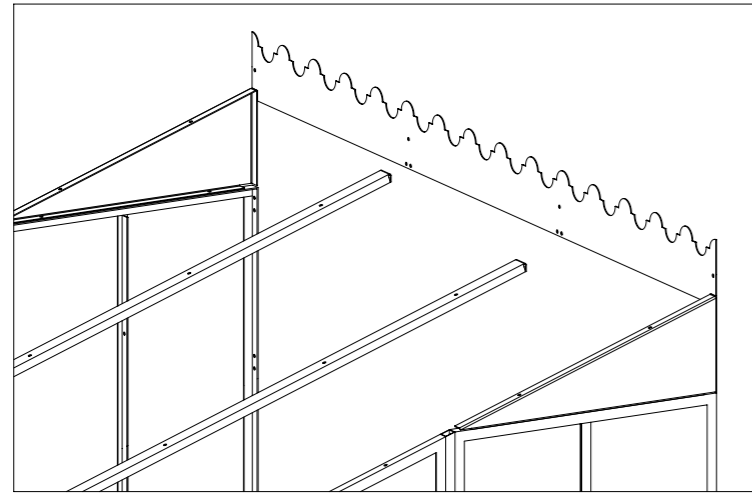

fig. 35
- I** Posizionare le travi ad "U" (cod. KITRAFIAD) facendo coincidere le forature presenti nei lati inclinati di esse con i fori doppi situati sulla trave decorata (fig. 35,36,37). Inserire l'estremità opposta delle travi ad "U" all'interno del profilo di gronda. Fissare le travi a muro utilizzando tasselli ad espansione o tasselli chimici. **ATTENZIONE:** Non fissare le travi ad "U" sul profilo di gronda.
- GB** Position the "U" beams (code KITRAFIAD) matching the holes in the sloped sides with the double holes on the decorated beam (fig. 35, 36, 37). Insert the opposite end of the "U" beams into the gutter profile. Fix the beams to the wall using expansion plugs or chemical plugs. **IMPORTANT:** Do not fix the "U" beams to the gutter profile.
- F** Positionner les travées en "U" (cod. KITRAFIAD) en faisant coïncider les trous des côtés inclinés avec les trous doubles situés sur la travée décorée (fig. 35, 36, 37). Insérer l'extrémité opposée des travées en "U" à l'intérieur du profil de la gouttière. Fixer les travées au mur en utilisant les chevilles à expansion ou chimiques. **ATTENTION:** Ne pas fixer les travées en "U" sur le profil de la gouttière.
- E** Tomar las vigas en "U" (cód. KITRAFIAD) y hacer coincidir los orificios de los lados inclinados con los orificios dobles de la viga decorada (fig. 35, 36, 37). Introducir el extremo opuesto de las vigas en "U" en el perfil canalón. Fijar las vigas en la pared utilizando tacos de expansión o tacos químicos. **ATENCIÓN:** No fijar las vigas en "U" en el perfil canalón.
- D** Beim Positionieren der "U"-Profile (Art. KITRAFIAD) die Bohrungen an ihren schrägen Seiten mit den doppelten Löchern an der Zierstrebe zusammenbringen (Abb. 35, 36, 37). Das andere Ende der "U"-Profile in das Traufenprofil stecken. Die Streben mit Spreizdübeln oder Verbundankern an der Wand befestigen. **ACHTUNG:** Die "U"-Profile nicht am Traufenprofil befestigen.